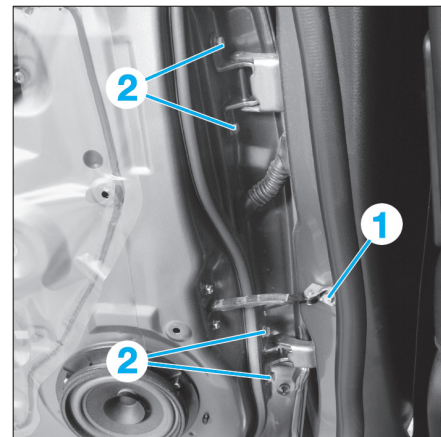

FIG. 54
- Déposer la vis de fixation (1) du tirant de porte.
- Déposer les vis de fixation (2) des charnières de portes (Fig.54).